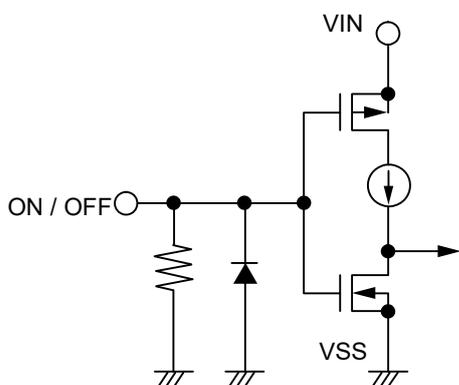
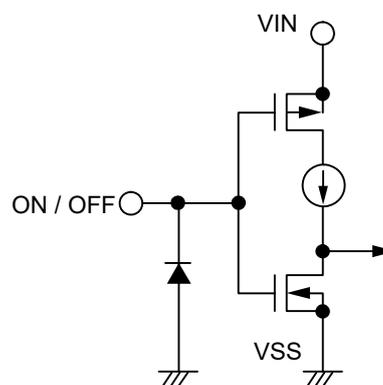

図30 S-19243xxxAシリーズ
図31 S-19243xxxAシリーズ
なお、ON / OFF端子に0.6 V ~ $V_{IN} - 0.3$ Vの電圧を印加すると消費電流が増加しますので、注意してください。ON / OFF端子は図30、図31の構造になっています。
*2. ON / OFF端子をVIN端子に接続した状態で動作させたときのS-19243xxxAシリーズA / C / E / Gタイプの消費電流は、プルダウン抵抗に流れ込む電流分だけ多く流れますので注意してください (図30参照)。